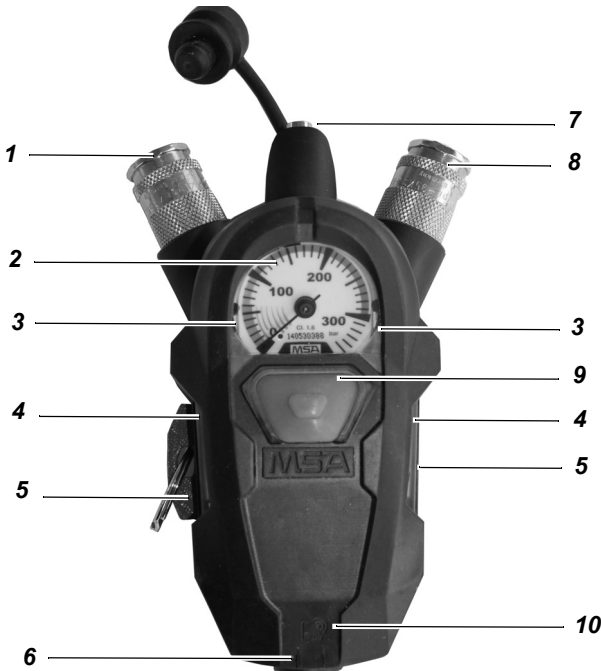

Abb. 1 Übersicht SingleLine SCOUT
Das SingleLine SCOUT (siehe Abb. 1) ist am Ende der SingleLine eines verwendbaren MSA-Pressluftatmers angeschlossen. Es besteht aus dem Manometer (2), der Kupplung für den Lungenautomaten (8) sowie einer akustischen Warneinrichtung (7) (Signalpfeife). Diese gibt beim Absinken des Flaschendrucks unter 55 ± 5 bar ein kontinuierliches Warnsignal ab. Der Zweitanschluss (1) dient zum Anschließen eines zweiten Lungenautomaten (z. B. Rettungsset oder RespiHood).